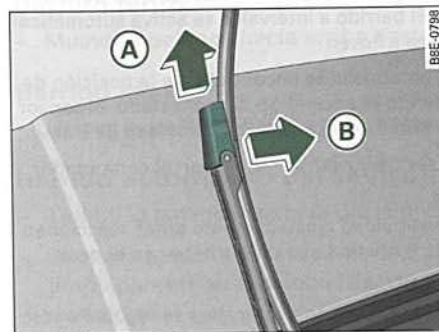

Fig. 81 Extraer la escobilla
- Desplace el elemento de bloqueo de la escobilla en la dirección de la flecha ⇒ *página 86, fig. 81* (A). Aguante al mismo tiempo la escobilla.
- Saque la escobilla (B) del alojamiento del brazo del limpiaparabrisas.